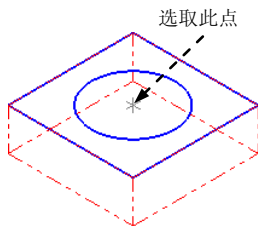

图 4.7.12 选取钻孔点
Step1. 选择下拉菜单 刀路(T) 全圆铣削路径(L) 螺旋钻孔(H)... 命令，系统弹出“钻孔点选择”对话框。
Step2. 设置加工区域。在图形区中选取图 4.7.12 所示的点，单击 按钮，完成加工。